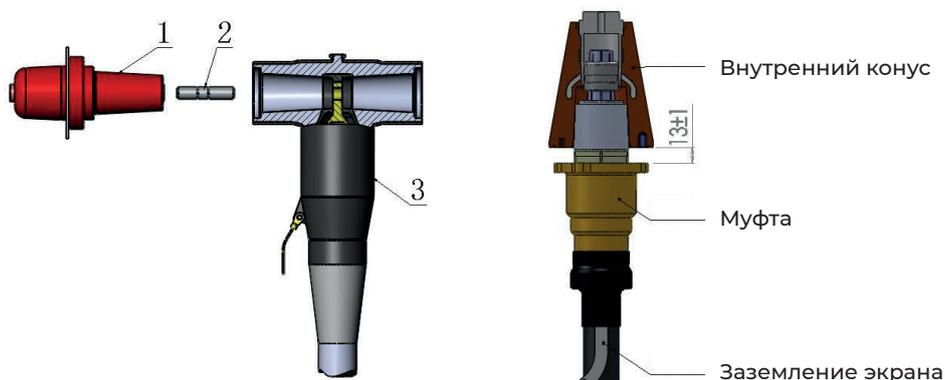

Рис.3-7 Кабельные адаптеры
- ▶ Система кабельных адаптеров (см. рис. 3-7)
- задний ОПН устанавливается в бушинг (см. рис. 3-7 и 5-8).